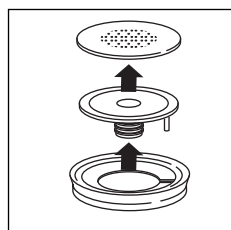

fig. 24
- Remove the gasket (fig. 24).